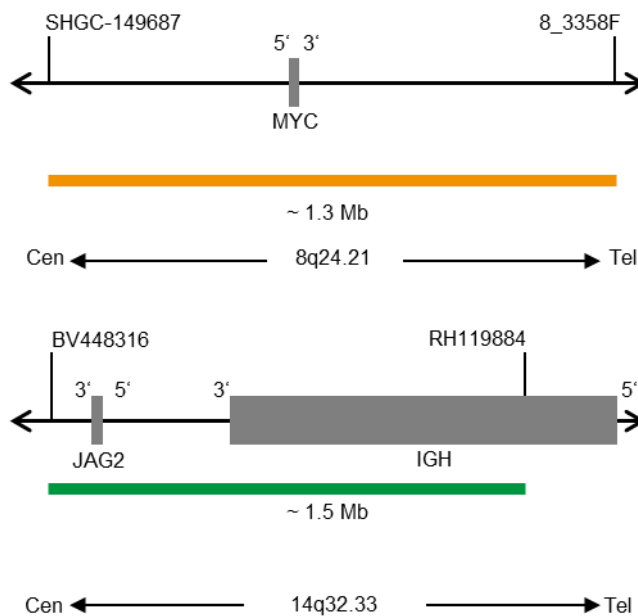

Fig. 1: Cima: SPEC MYC Mapa da sonda; Baixo: IGH Mapa da sonda (sem escala)
- Polinucleótidos (~12 ng/ μ l) com marcação ZyGreen (excitação 503 nm/emissão 528 nm), dirigidos ao mapeamento de sequências alvo em 14q32.33* (chr14:105,462,169-106,995,000) contendo o locus IGH (ver Fig. 1).
- Polinucleótidos (~6 ng/ μ l) com marcação ZyOrange (excitação 547 nm/emissão 572 nm), dirigidos ao mapeamento de sequências alvo em 8q24.21* (chr8:128,171,178-129,517,468) contendo o gene MYC (ver Fig. 1).